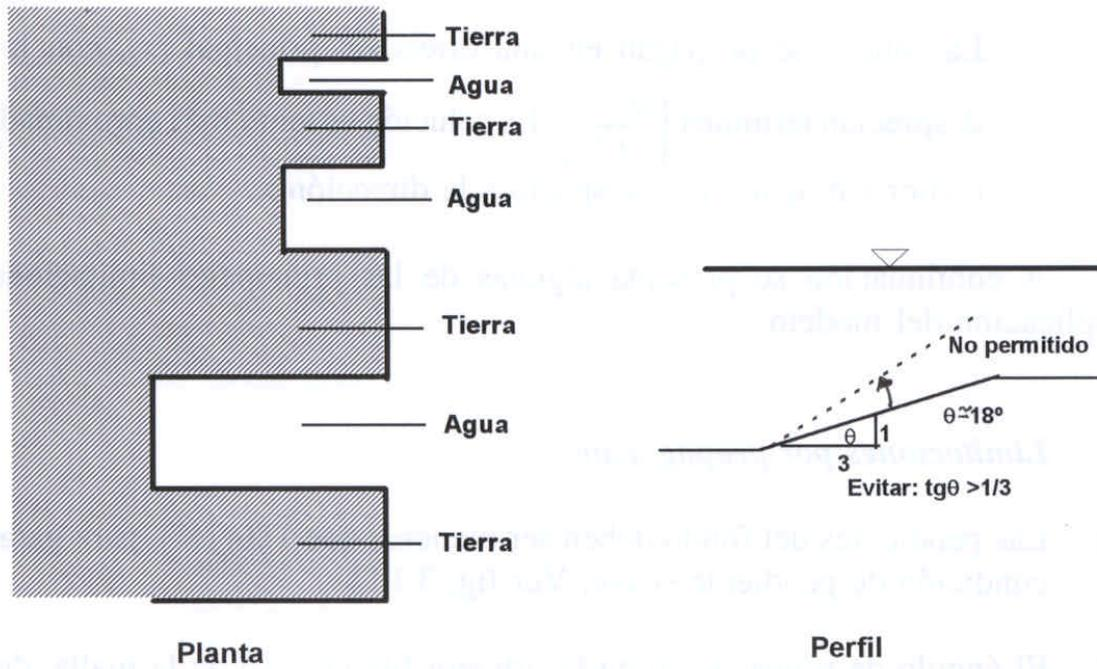

Figura 3.1. Esquema de contornos que se deben de evitar
1. Las pendientes del fondo deben ser menores que 1:3 (18°), para garantizar la condición de pendiente suave. Ver figura 3.1.
4. Evitar los contornos laterales que alternan agua-tierra-agua, porque pueden generar ruidos numéricos en la ejecución, (ver figura 3.1).